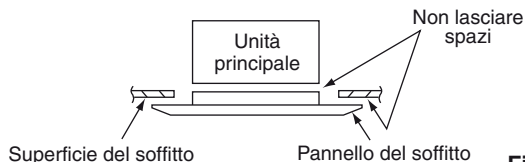

Fig. 7-9
- (4) Controllare che il pannello sia a sua volta fissato bene al soffitto.
- In questo momento, controllare che fra unità e pannello del soffitto o fra pannello del soffitto e superficie del soffitto non vi siano spazi vuoti. (Fig. 7-9)